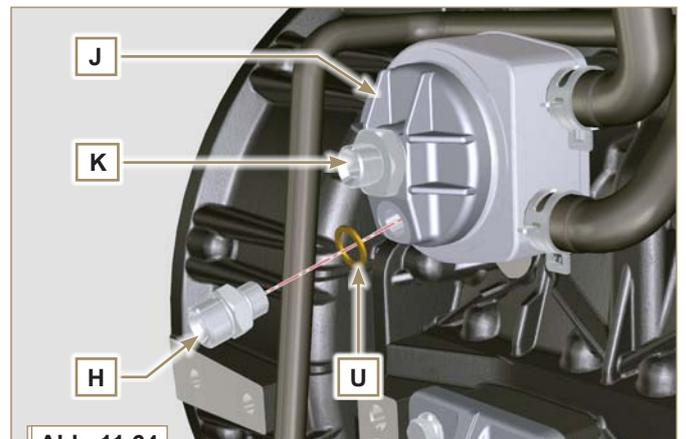
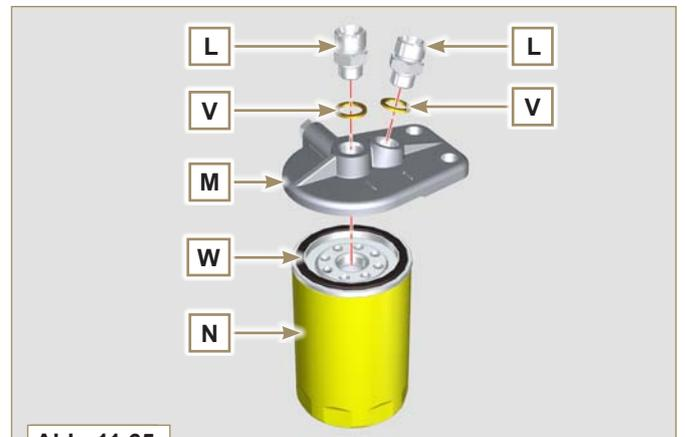

Abb. 11.64
Abb. 11.65
- 4 - Den Oil Cooler **G** und den Flansch **J** am Anschlussstück **K** am Kurbelgehäuse befestigen (Anziehmoment **25 Nm + Loctite 2701** auf dem Gewinde). Sie müssen wie in **Abb. 11.64** gezeigt ausgerichtet werden.
- Die richtige Verschraubung der Anschlussstücke **K**, **H** (**Abb. 11.64**) und **L** (**Abb. 11.65**) (Anziehmoment **40 Nm**) überprüfen.